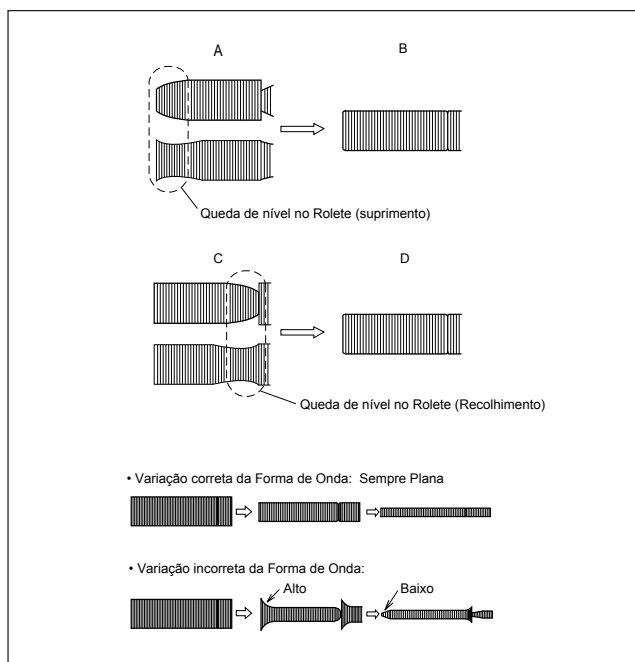

Fig. 2-3-1c
- Reduza a forma de onda de FM V.PB pela operação do tracking. Se há uma queda de nível no lado esquerdo, ajuste o rolete guia da base do poste (suprimento) com uma chave de ajuste de poste, para fazer forma de onda de FM V.PB linear. Se há uma queda de nível no lado direito, ajuste o rolete guia da base do poste (recolhimento) com uma chave de ajuste de poste, para fazer forma de onda de FM V.PB linear. (Veja Fig.. 2-3-1c.)